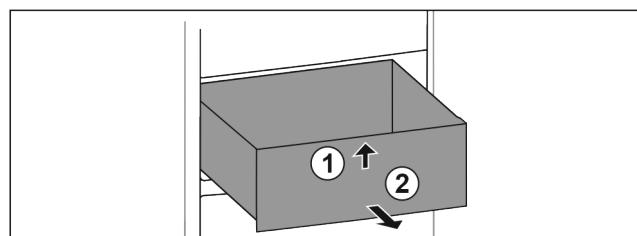

Fig. 22
- Nadvihnite zásuvku vpred. Fig. 22 (1)
- Odoberte zásuvku dopredu. Fig. 22 (2)